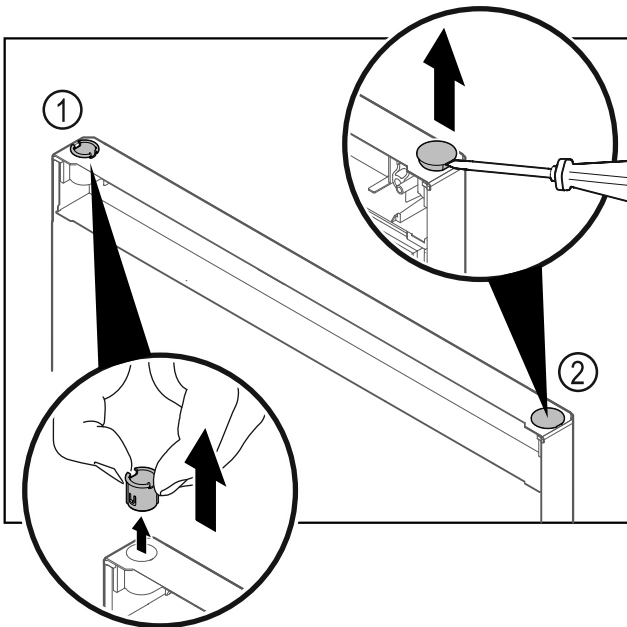

Fig. 24
- Vytiahnite puzdro závesu Fig. 24 (1) prstami.
- Plochým skrutkovačom opatrne nadvihnite kryciu zátku Fig. 24 (2) a vytiahnite ju.